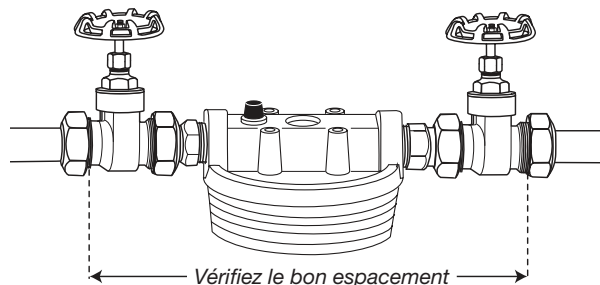

Figure 2
4. Ajustez de manière lâche les soupapes d'arrêt des deux côtés pour calculer le bon espacement requis pour les composants. Mesurez la distance et marquez le conduit en conséquence (voir la Figure 2).